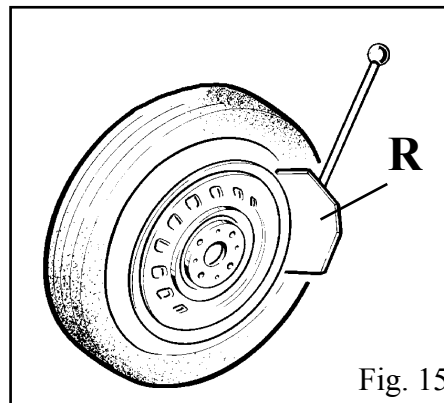

Fig. 15
- Accostare la ruota agli appoggi in gomma sulla parte destra dello smontagomme (S)
- Avvicinare la paletta (R) al tallone del pneumatico, mantenendo una distanza, dal bordo del cerchio, di circa 1 cm.(Fig.15) Prestare attenzione affinché la paletta operi correttamente sul pneumatico e non sul cerchio.
- Premere il pedale (U) per azionare lo stallonatore e rilasciarlo quando la paletta è a fondo corsa o comunque quando la gomma è stallonata.